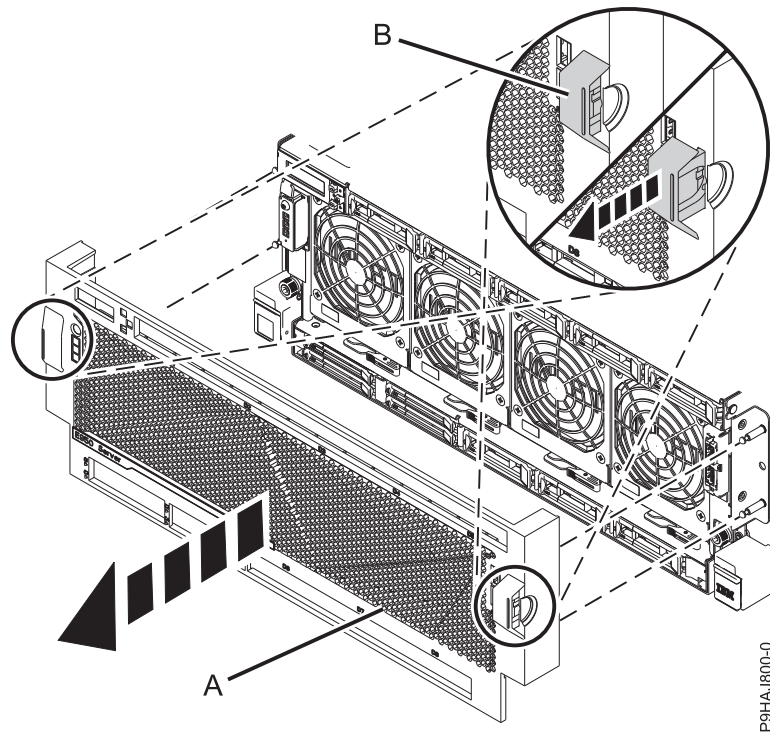

図 7. 前面カバーの取り外し
2. 10 ページの図 7 で示されているように、カバーの両側にあるくぼみ **(B)** に指を合わせます。
3. 図 7 に示すように、カバー **(A)** を引いて、システムから取り外します。